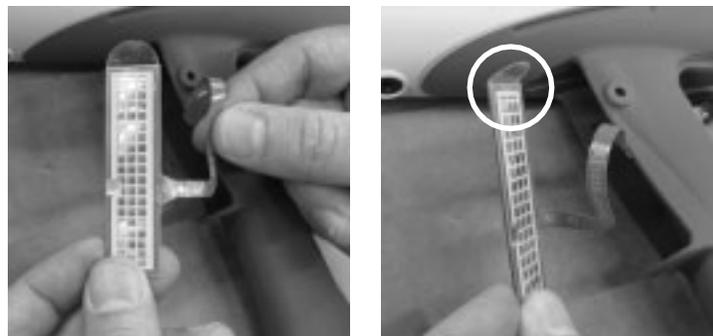

図 20 トリガースwitchの取り付け- ステップ 3
3. 図20を参照してください。リボンケーブルをまっすぐにし、スイッチ上部のプルタブをスイッチに対して垂直になるように曲げます。